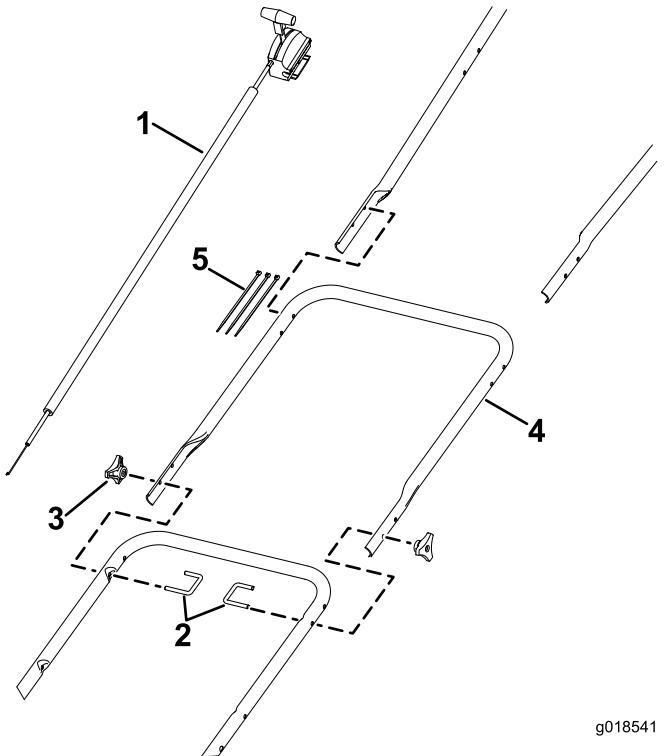
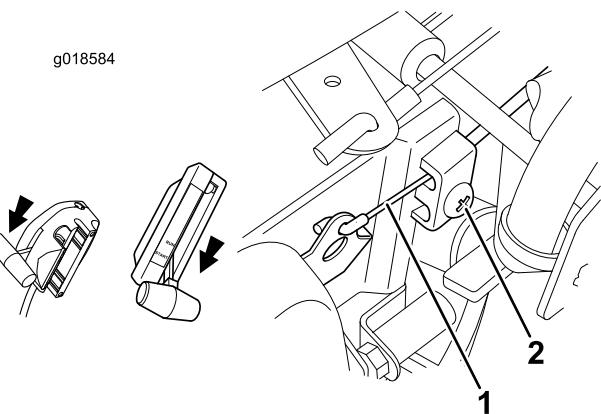

Figura 1
Figura 3
1. Retire o controlo do acelerador da barra. Guarde todos os dispositivos de montagem (Figura 1). Desaperte a abraçadeira do cabo de controlo do regulador no motor, retire o cabo exterior da abraçadeira e retire o cabo interior da alavanca (Figura 3).
3. Prenda a extensão da barra à barra inferior utilizando 2 barras e 2 cavilhas em U (Figura 1).
4. Prenda a barra superior à extensão da barra utilizando as 2 barras e 2 cavilhas em U removidas no passo 2 (Figura 1).
5. Utilize os dispositivos de montagem que removeu no passo 1 para fixar o controlo do acelerador mais comprido na barra superior. Prenda o conjunto de controlo às barras utilizando 3 abraçadeiras de cabos (Figura 1).
7. Regule o controlo do acelerador para arrancar (Figura 3).